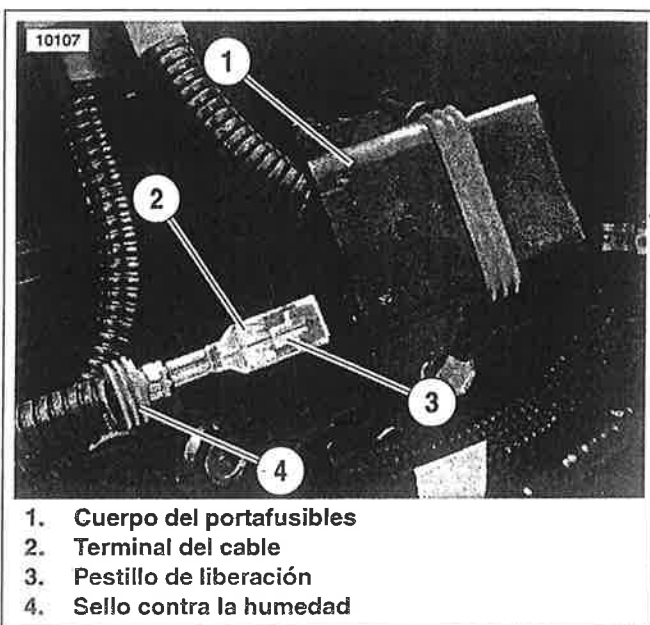

Figura 7-68. Terminal de cables
6. Vea la Figura 7-68. Empuje el destornillador dentro de la ranura para desbloquear el pestillo de liberación (3). Tire el terminal (2) de cables del cuerpo del portafusibles (1). Repita el procedimiento para el otro cable.